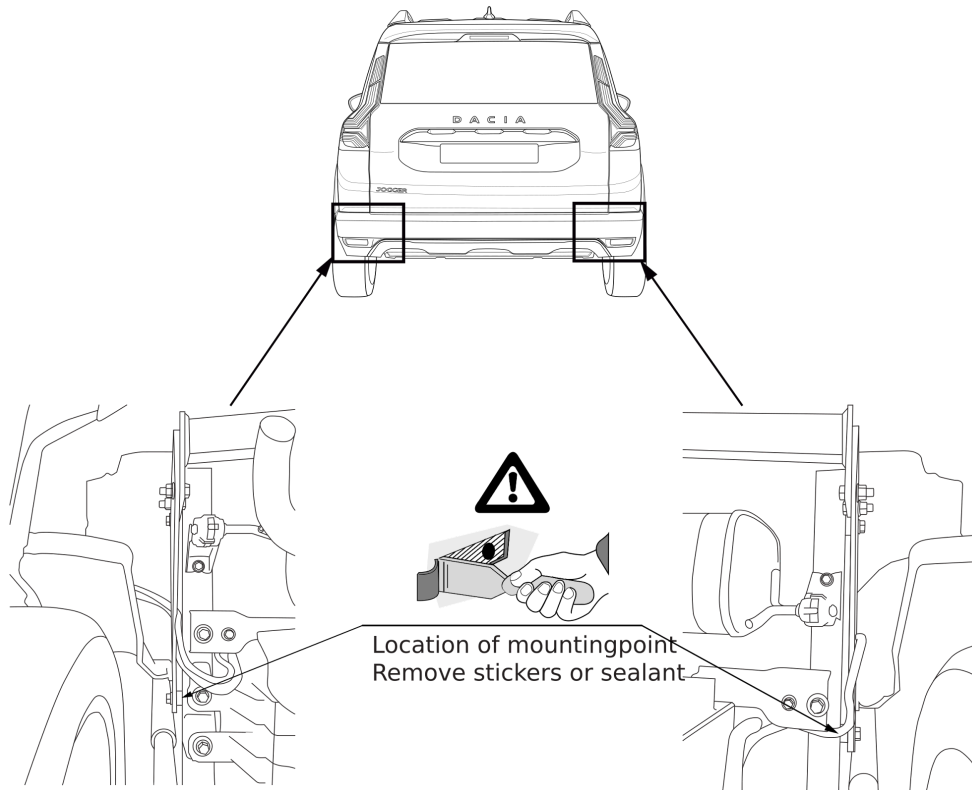

Fig. 1
1. Usunąć ewentualnie zlepiszczę z punktów montażowych. Patrz rysunek 1.
1. По мере необходимости, удалить наклейки на местах крепления. См. рисунок 1.
4. Отпилить обозначенные части, как указано на рис. 1.